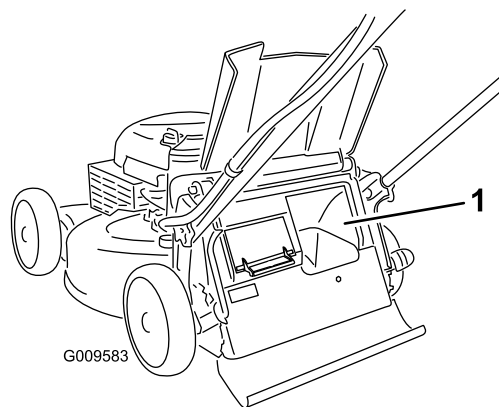

Рисунок 16
**Внимание:** Для обеспечения надлежащей работы, прежде чем передвигать рычаг включения сбора в мешок из одного положения в другое, удалите всю скошенную траву и мусор из дверцы для сбора в мешок и окружающего проема (Рисунок 16).